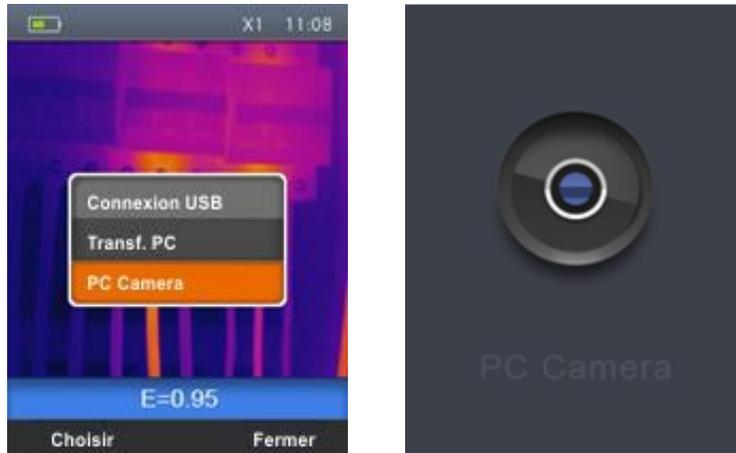

Fig. 39 : Affichage image en temps réel sur PC
1. Connecter le câble USB à l'instrument (voir Fig. 3 – Partie 16) et au PC. La page-écran ci-dessous (voir Fig. 39 – partie gauche) est affichée :
2. Utiliser les touches  $\oplus$  ou  $\ominus$  pour sélectionner l'option « PC caméra » et appuyer sur la touche « Choisir ». La page-écran de Fig. 39 – Partie droite est affichée